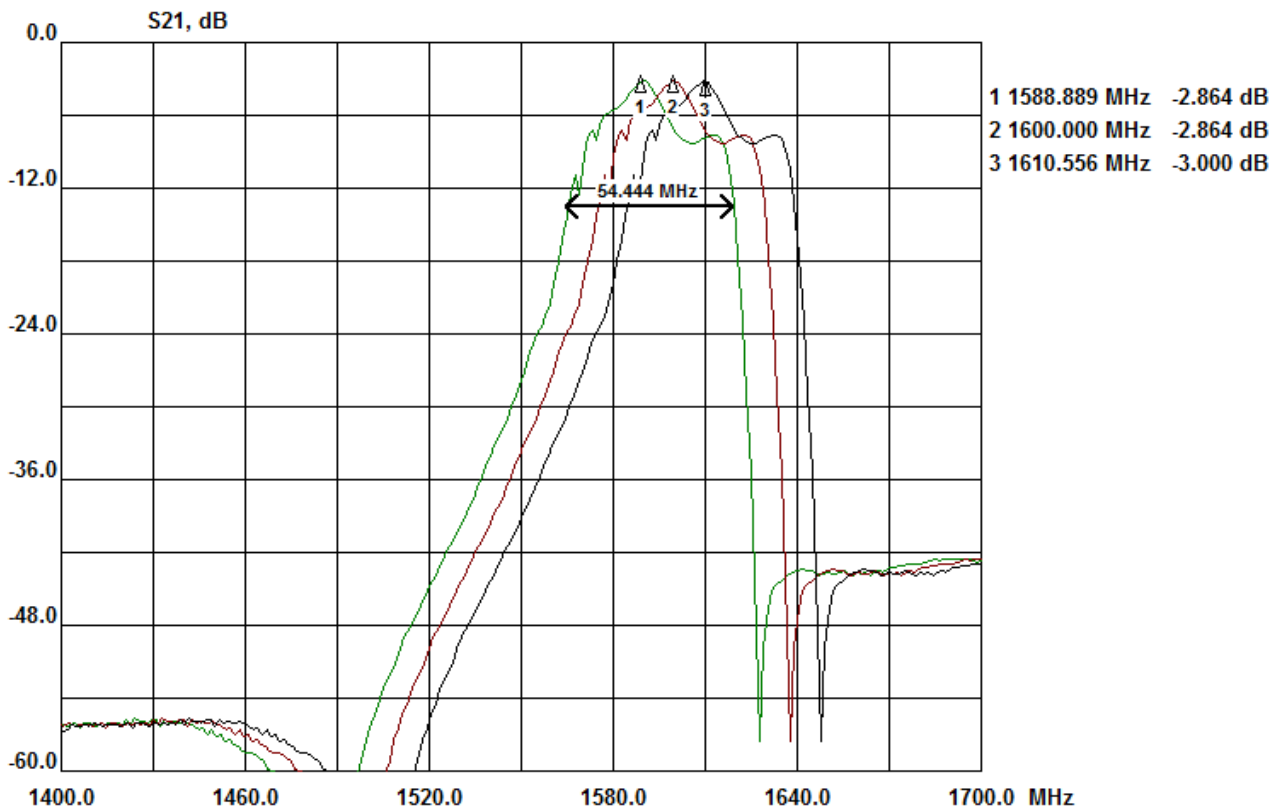
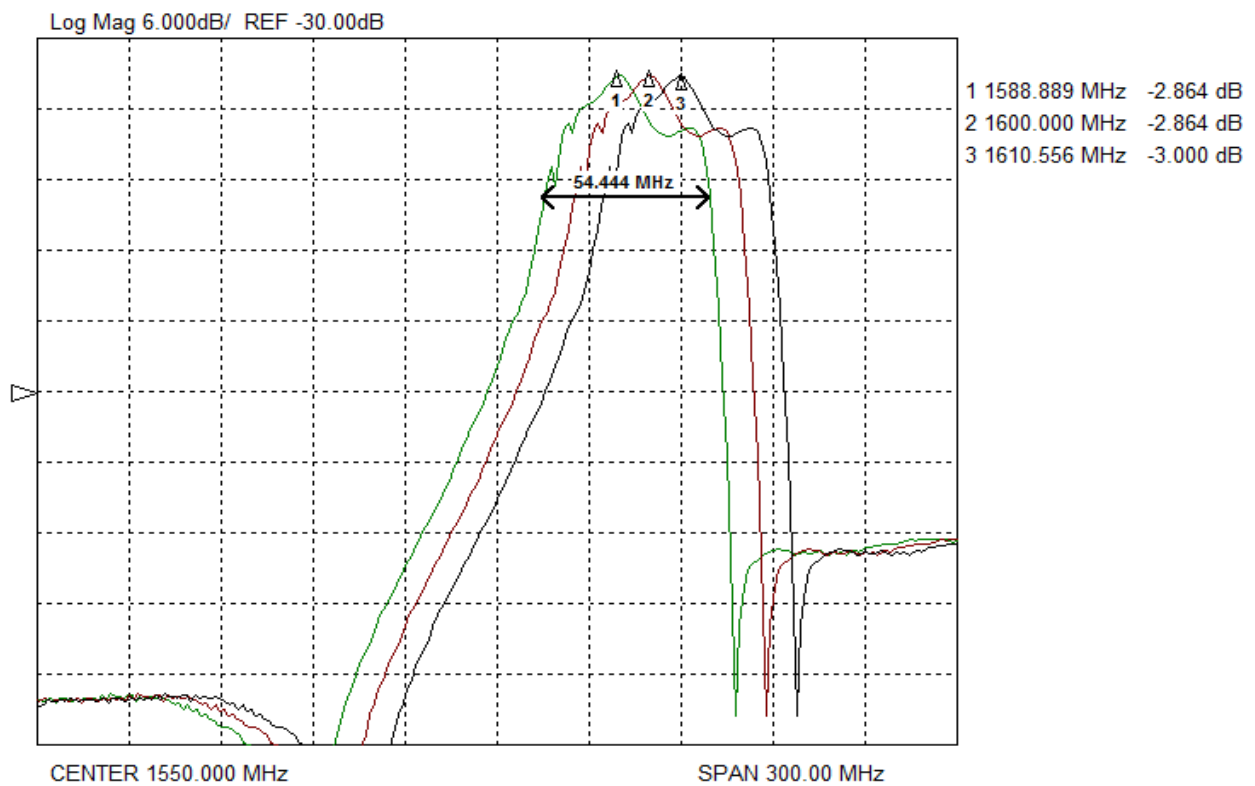

Рис.9. Рисунок, полученный при помощи опции “To Clipboard” .
Рис.10. Рисунок, полученный при помощи опции “Data Sheet” .
14. Опция “Clipboard” позволяет сохранить рассматриваемый график в виде рисунка, который можно вставить в редактор (Word, Paint). Существует 2 варианта: “To Clipboard” (рис. 9) и “Data Sheet” (рис. 10), отличающихся представлением данных и видом координатной сетки.